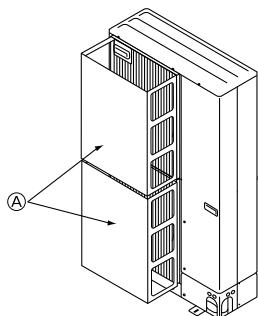

Fig. 2-4
- ② Installieren Sie eine als Sonderzubehör erhältliche Lufтаustrassführung, wenn die Anlage an einem Aufstellort installiert ist, an dem die Gefahr besteht, dass starker Wind direkt in die Lufтаustrittsöffnung bläst. (Fig. 2-4)